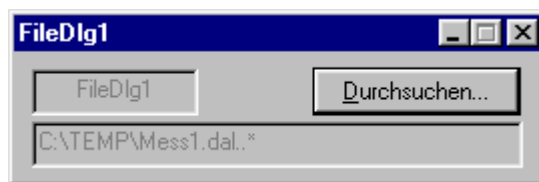

Abb. 3.35: Bedienelement des Moduls **FileDg**
3. Starten Sie das Programm. Drücken Sie den Button **Enter** (siehe Abb. 3.35) im Bedienelement des Moduls **FileDg1**. Sie starten damit den Datei-Dialog von Windows zur Auswahl der gewünschten Meßdatei.